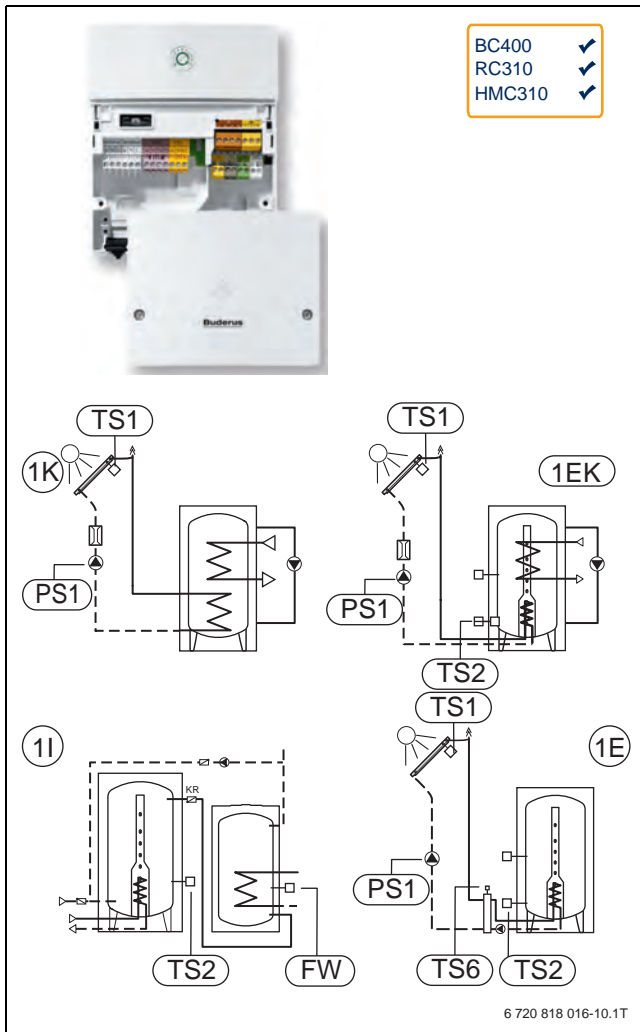

Bild 54 Solarmodul SM100
- Tägliche Aufheizung oder thermische Desinfektion (→ Bild 54, [1])
- Tägliche Aufheizung oder thermische Desinfektion der Vorwärmstufe (Speicher-Reihenschaltung) mit Umladepumpe (→ Bild 54, [3]) oder Umschichtpumpe (→ Bild 54, [2])
- Umladung von Vorwärm Speicher in Bereitschaftsspeicher (→ Bild 54, [3])
- Externer Wärmetauscher im Kollektorkreis mit separater Pumpensteuerung Primär- und Sekundärkreispumpe inklusive Frostschutzfunktion Wärmetauscher (→ Bild 54, [4])